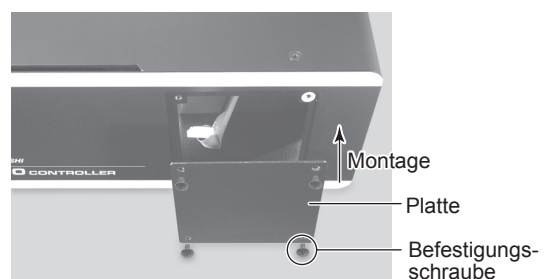

Abb. 23
- (5) Montieren Sie die Platte mit den 4 Befestigungsschrauben. (Abb. 23).